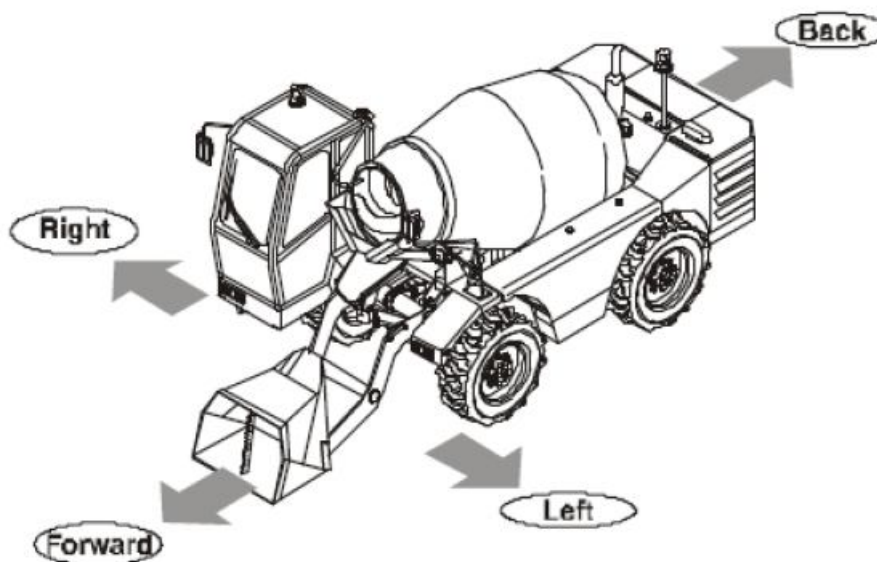

Рисунок 14.
- В данном руководстве при описании переключателей или иных элементов мы часто указываем на их месторасположение на правой или левой стороне машины. В большинстве ситуаций, если иное не указано, «**право**» и «**лево**» определяются относительно водительского кресла оператора смотрящего вперед. (Рис. 14).